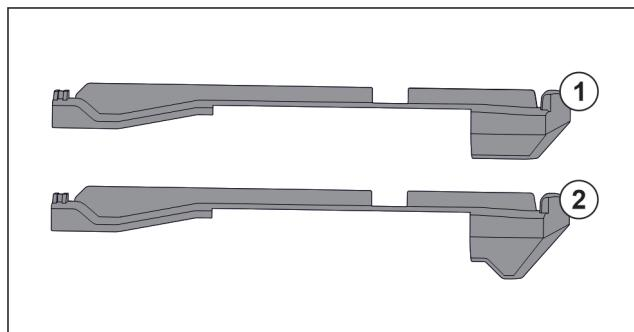

Fig. 62 Порівняння вставних частин
У пристрої є дві різні вставні частини. Вставна частина над самим нижнім висувним ящиком Fig. 62 (2) має трикутний край. Всі інші вставні частини Fig. 62 (1) мають прямий край.
- Розмістити вставну частину Fig. 62 (2) з трикутним краєм над самим нижнім висувним ящиком.
- Розмістити вставну частину Fig. 62 (1) з прямим краєм у всіх інших місцях.